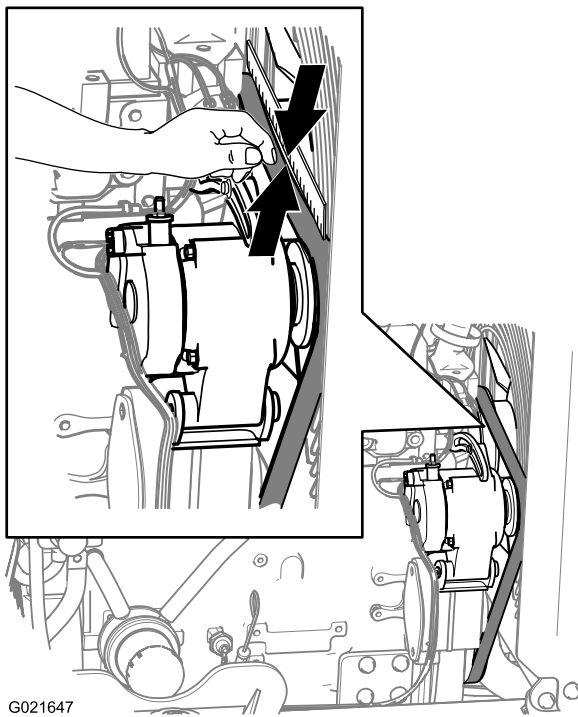

Figura 86
2. Posicione uma régua sobre a correia, entre as polias, como mostra a Figura 86.
3. Pressione a correia para baixo no ponto intermediário entre a polia da ventoinha e a polia do alternador, como mostrado na Figura 86.